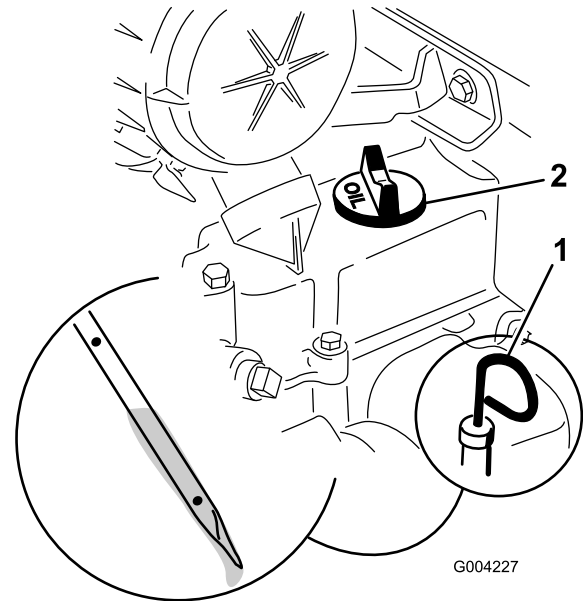

Figura 32
4. Pulite l'area intorno all'asta di livello dell'olio (Figura 32).
5. Estraete l'asta di livello dell'olio e pulite l'estremità metallica (Figura 32).
6. Infilate fino in fondo l'asta di livello nel relativo tubo (Figura 32).
8. Se il livello dell'olio è basso (al di sotto del foro inferiore), pulite attorno al tappo di riempimento dell'olio e rimuovete il tappo (Figura 32).
6. Togliete il tappo di riempimento dell'olio (Figura 32) e versate lentamente l'80% circa della quantità d'olio specificata attraverso il coperchio della valvola.
9. Togliete il tappo di riempimento dell'olio (Figura 32) e versate lentamente l'80% circa della quantità d'olio specificata attraverso il coperchio della valvola.